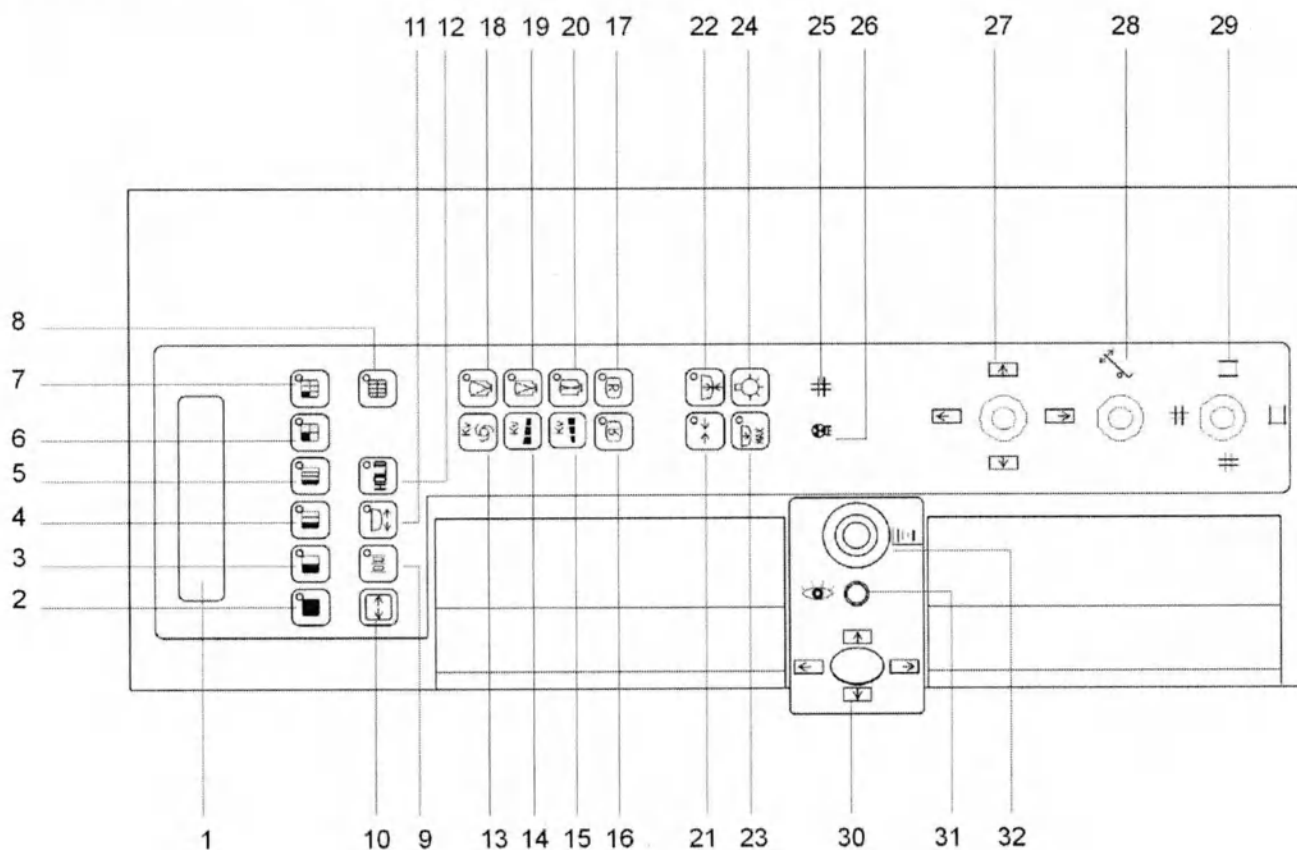

Рисунок 1.4 - Основной пульт управления
Перемещение деки стола-штатива в продольном и поперечном направлениях осуществляется при помощи джойстика 27 на основном пульте управления (рисунок 1.4). Направление движения джойстика определяет направление движения деки стола, как показано на рисунке 1.7.
Автоматическое перемещение ЭСУ в продольном направлении и перемещение рентгеновского излучателя с коллиматором управляются при помощи джойстика 30, расположенного на основном пульте управления (рисунок 1.4). Направление перемещения джойстика определяет направление движения ЭСУ, как показано на рисунке 1.8. Переменная скорость продольного движения ЭСУ зависит от расстояния отклонения джойстика и изменяется до 10 см/с.
Поперечное движение ЭСУ одновременно с движением рентгеновского излучателя и коллиматора может быть осуществлено вручную после отключения электромагнитного тормоза. Для отключения тормоза нужно нажать клавишу 21 (рисунок 1.4) – сигнальная лампа клавиши 21 должна быть выключена.
Автоматическое перемещение ЭСУ в перпендикулярном направлении по отношению к деке стола осуществляется также при помощи джойстика 30 (рисунок 1.4) с переменной скоростью после отключения электромагнитного тормоза клавишей 22. Сигнальная лампа клавиши 22 должна быть выключена.
При отклонении джойстика по направлению к внешней стороне стола запускается движение компрессии. При отклонении джойстика по направлению к внутренней стороне стола – ЭСУ располагается на расстоянии от стола для исследований (рисунок 1.8). Компрессия прерывается автоматически при достижении величины сжимающей силы 3,5кг или 5кг, выбранной заранее оператором при помощи клавиши 23 (рисунок 1.4).
Перемещение компрессора на поле из позиции парковки управляется при помощи клавиши 11 (рисунок 1.4) на основном пульте управления.
Однако оператору рекомендуется отодвинуть ЭСУ от стола для исследований и заблокировать его при помощи клавиши 22 (рисунок 1.4), чтобы перемещения компрессора на поле или установки его в позицию парковки происходило на безопасном расстоянии от пациента.
- освободить электромагнитный тормоз, контролирующий поперечное движение ЭСУ, нажав клавишу 21 (рисунок 1.4) – сигнальная лампа клавиши не горит.
Когда ЭСУ достигнет конца хода парковки, электромагнитный тормоз, контролирующий его поперечное движение, включится автоматически: сигнальная лампа клавиши 21 (рисунок 1.4) горит.